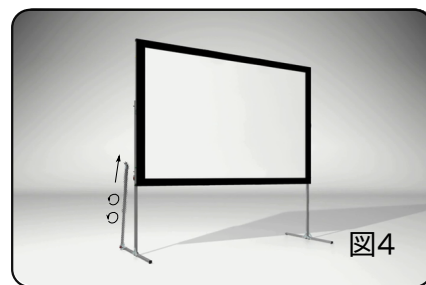
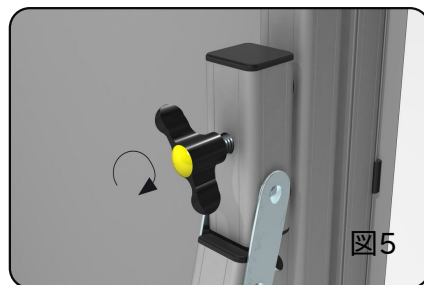
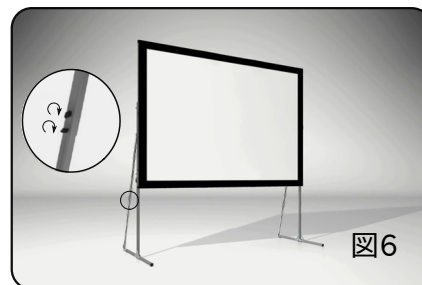

図4
図5
図6
● 図1～図5の順にフレームを組み立てます。
● 関節部は図6～図7のようにフレームをまっすぐにすると自動的にロックします。
- 縦・横方向のクリップを図4の順で図5のようにフレームの溝に掛けていきます。
- 気温の低い時期はスクリーンが通常より縮みます。上記手順でスクリーンを張るのが難しい場合は以下の図6、図7の手順で張り込み作業を行ってください。
①～③の
- AT-Legスタンド使用の場合は図4～図6のようにサーポートバーを固定してください。